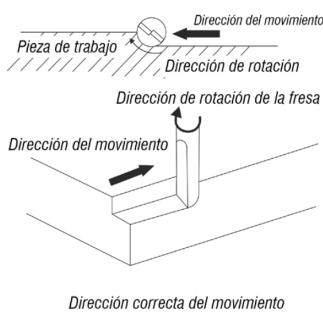

Fig. 4 – Fresando cantos y bordes
3. Mueva la fresadora tupi en el sentido indicado en la Fig. 4, manteniendo la fresadora tupi nivelada y con avance suave y constante para un mejor acabado.